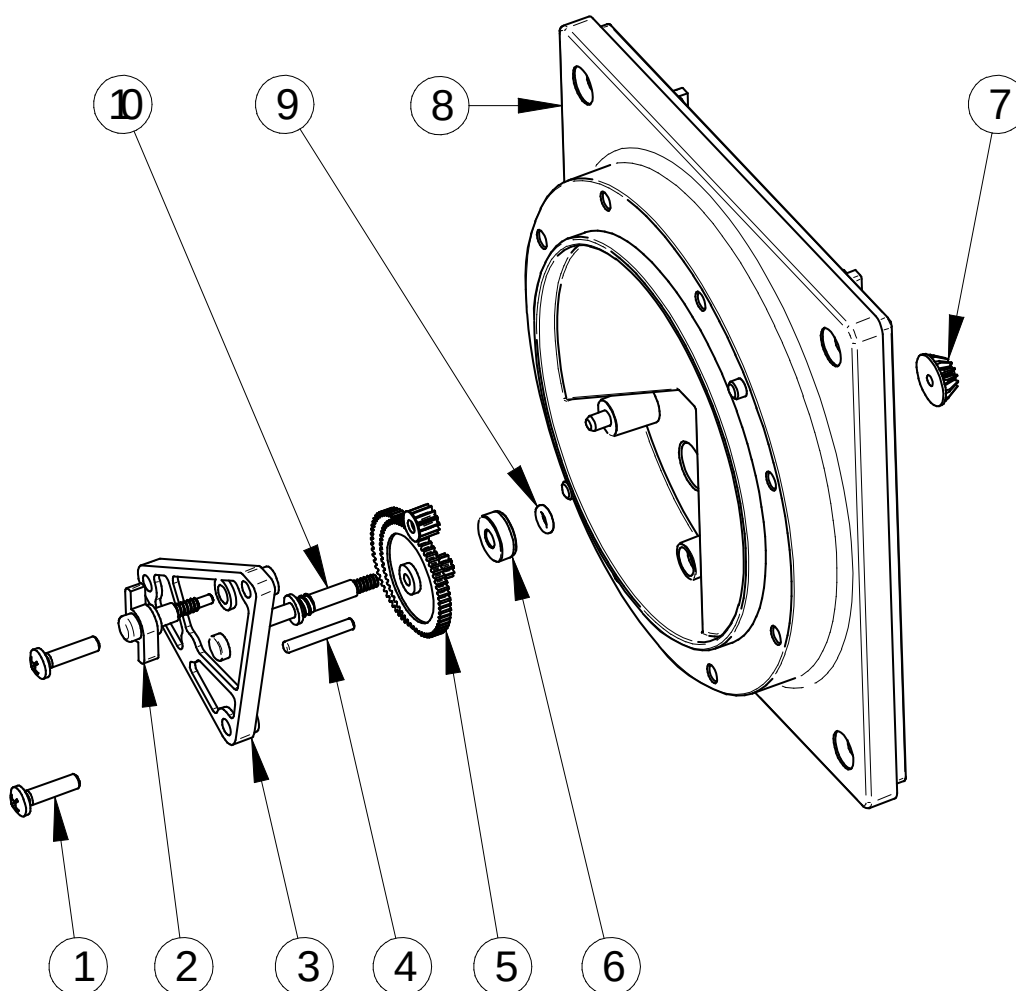

Fig. 11-2: Vista esplosa della parte inferiore dell'alloggiamento con ingranaggi
- Durante l'inserimento della parte superiore dell'alloggiamento osservare che l'ago del disco sia libero, in modo che possa azionare l'elica (v. Fig. 11-2, Pos. 2).
- Allentare le due viti (v. Fig. 11-2, Pos. 1) situate sul lato posteriore della parte superiore dell'alloggiamento.
Tab. 11-2: Legenda per Fig. 11-2